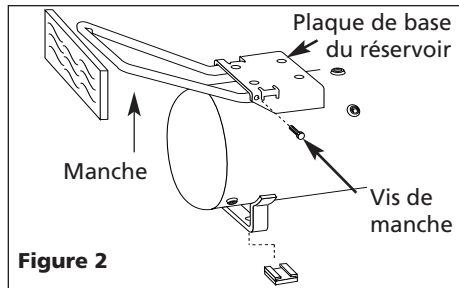

Figure 2
2. Introduire le manche dans les deux bords de la plaque de base du réservoir. Serrer le manche afin qu'il s'ajuste dans les ouvertures spéciaux dans la plaque de base (Voir Figure 2).